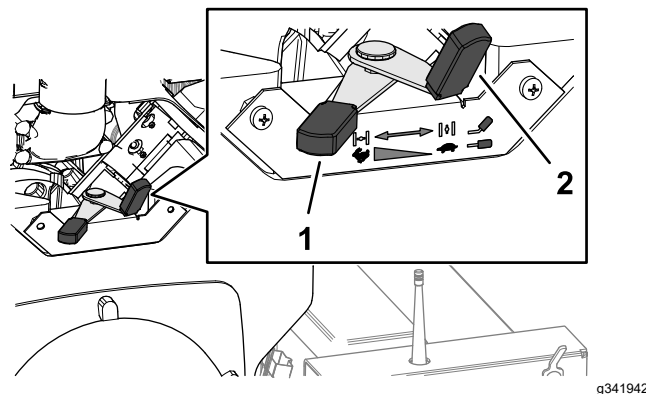

Figure 15
2. Si le moteur est froid, placez la commande du volet de départ (Figure 15) à la position HORS SERVICE.
3. Réglez la commande d'accélérateur à mi-course entre les positions bas et haut régime (Figure 15).